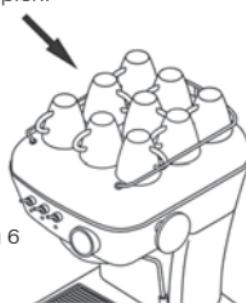

Abbildung 6
1. Der Filterhalter ⑦ muss immer in der Maschine ⑧ eingesetzt sein, damit er warm bleibt. In geschlossener Position.
3. Platzieren Sie die Tassen auf dem Tassenwärmer ⑨. Die Temperatur (optimal bei 40 °C/105 °F) wird den Espresso verbessern (siehe Abbildung 6).